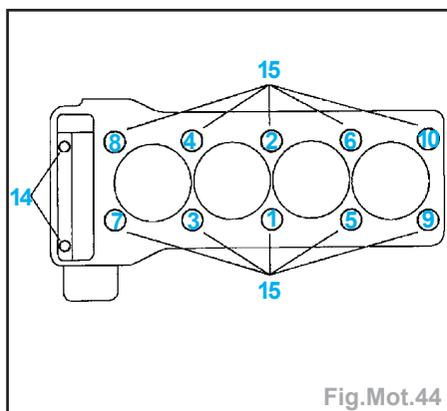

Fig.Mot.44
- Huiler le filetage et la portée des têtes des vis de culasse, les mettre en place et les serrer progressivement en plusieurs passes (Fig.Mot.44) :
- serrer les vis (15) selon la passe 1,
- serrer les vis (14),
- serrer les vis (15) selon la passe 2,
- contrôler les vis (14), corriger s'il y a lieu,
- serrer les vis (15) selon la passe 3.
- Serrage de la culasse sur couvercle de carter de distribution (vis (14)) :
- Serrage de la culasse sur bloc-cylindre (vis (15)) :
Nota : ne desserrer les vis de culasse que sur moteur froid, dans l'ordre inverse du schéma de serrage (Fig.Mot.44).